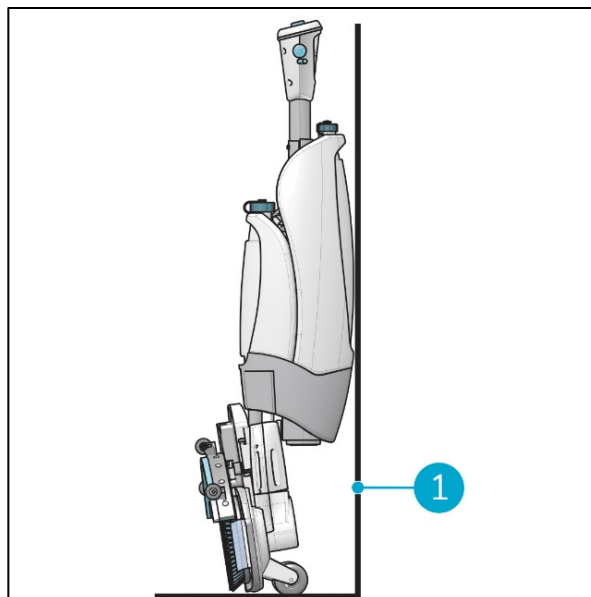

Figure 24
3. Rangez l'i-mop XXL basic près d'un mur (Figure 24, pos 1) avec la poignée dirigée vers le mur et les brosses orientées loin du mur.